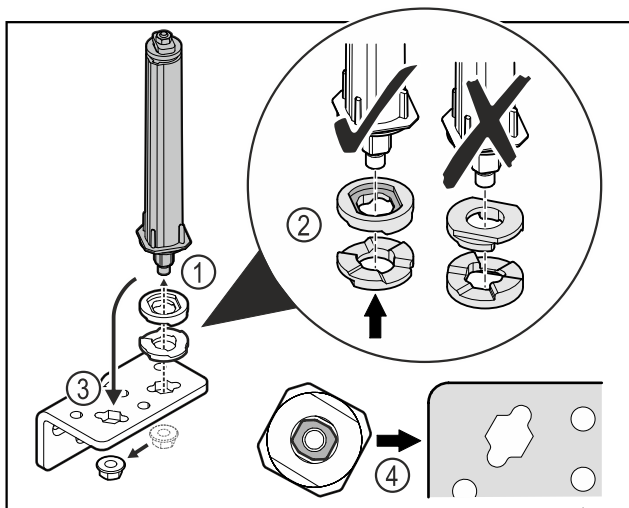

Fig. 38
- ▶ Desfaceți piulița și îndepărtați sistemul de închidere a ușii Fig. 38 (1).
- ▶ Aveți în vedere alinierea corectă a șaibelor de reglaj pe înălțime Fig. 38 (2).
- ▶ Mutați sistemul de închidere a ușii în colțarul balamalei și fixați cu piulița Fig. 38 (3).
- ▶ La utilizare aveți în vedere alinierea corectă a sistemului de închidere a ușii Fig. 38 (4).